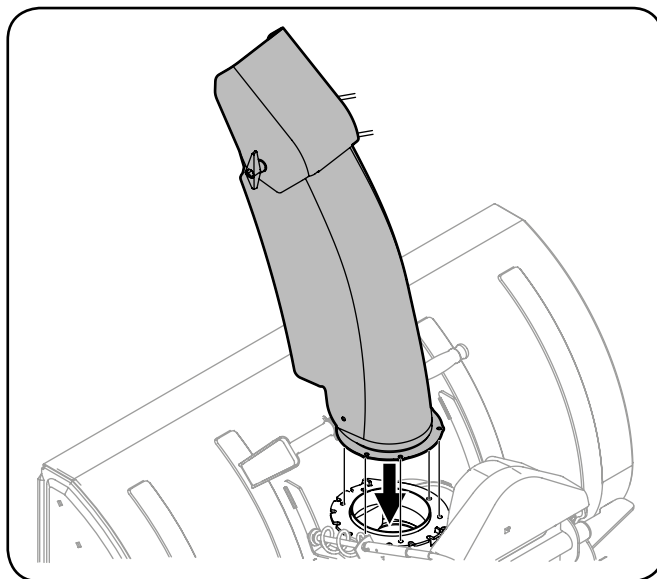

Рисунок 3-17
3. Установите сверху на кольцо желоба сам желоб (выходным отверстием вперед) (см. рис. 3-17).